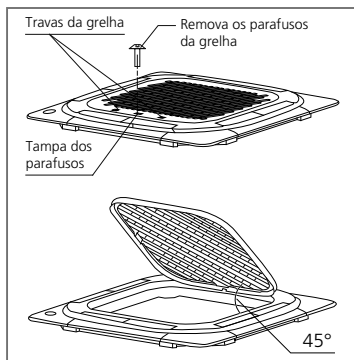

FIG. 24
- a) Para retirar a grelha, pressione para dentro simultaneamente as travas da grelha de modo a destravar os engates desta. Segure a grelha em um ângulo de 45°, levante-a ligeiramente e retire-a do corpo da unidade (Fig. 24).